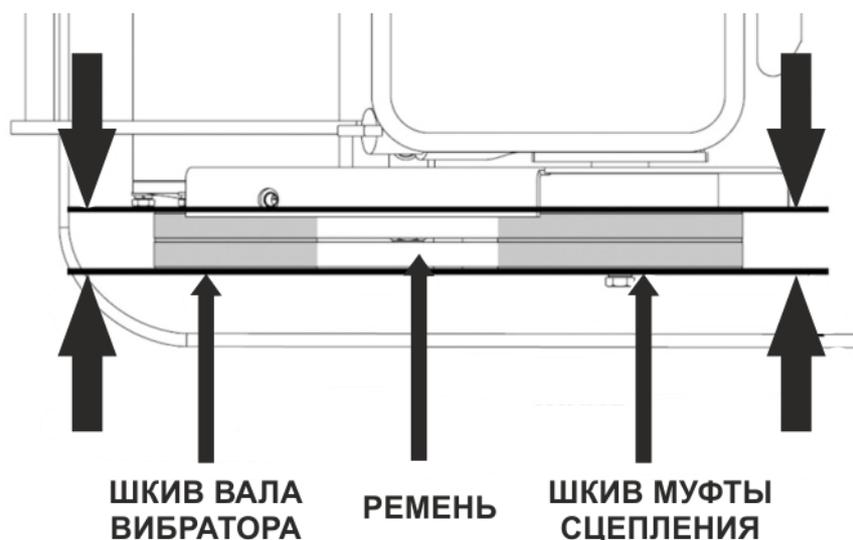

Рис. 18. Проверка плоскости шкивов и ремней.
6. Убедитесь, что шкив муфты и шкив вала вибратора находятся в одной плоскости, для этого поместите линейку против шкивов и переместите двигатель так, чтобы два шкива были параллельны (Рис.18).